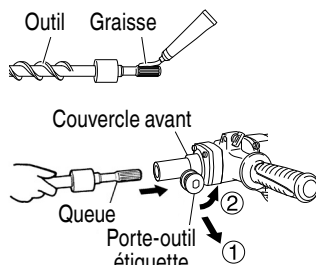

Fig. 3
- (1) Nettoyer, puis graisser la queue de l'outil avec la graisse ou l'huile.
- (2) Tirer le porte-outil dans la direction de la flèche ① et le tourner dans la direction de la flèche ② (sens antihoraire). Insérer à fond la queue de l'outil dans le trou hexagonal du couvercle avant. (Fig. 3)